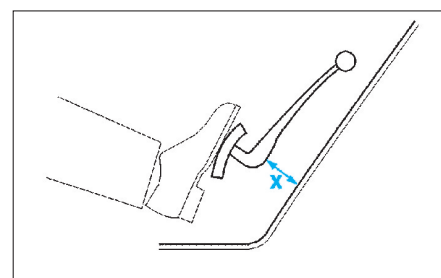

FIG. 11
- Vérifier qu'un début de friction soit présent à une cote "X" égale ou supérieure à 35 mm (Fig.11).